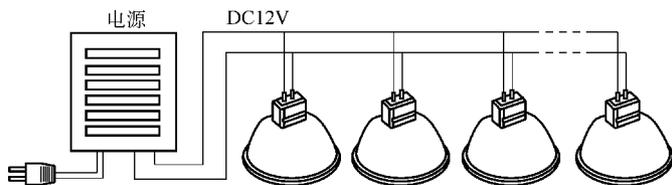

图 8-13 LED-MR16 灯泡电气连接方法
1. 小功率灯泡的电气连接 小功率 LED 灯泡的安装方法比较简单，一般采用 12V 直流电源供电，在室内需要灯光投射照明或投光点缀照明的地方（如天花板、壁橱），用一根电源线与控制系统（电源）连接，安上一定数量的 LED 灯泡，就可达到目的。LED-MR16 灯泡的电气连接方法如图 8-13 所示。